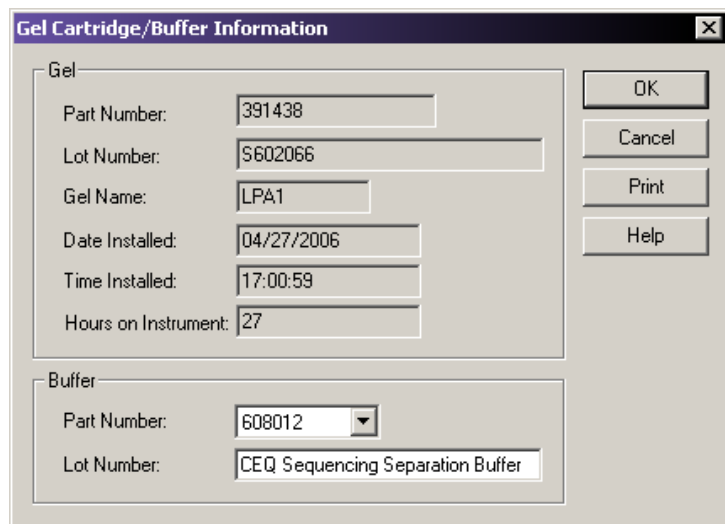

图 3.38 凝胶盒 / 缓冲液信息对话框
2. 使用 Gel Cartridge/Buffer Information（凝胶盒 / 缓冲液信息）对话框（图 3.38），查看以下信息：